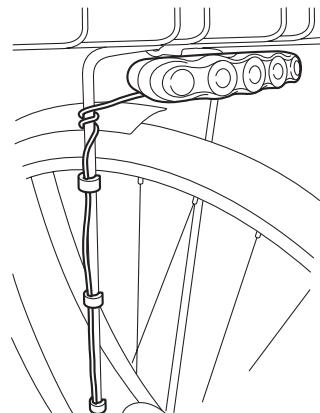

図6
①ランプヘッドのハーネスをバスケットステーに巻きつけるか沿わせて、コードクリップでハーネスを固定します。(図6)
②ハブダイナモのコネクターにハーネスの端子を接続します。